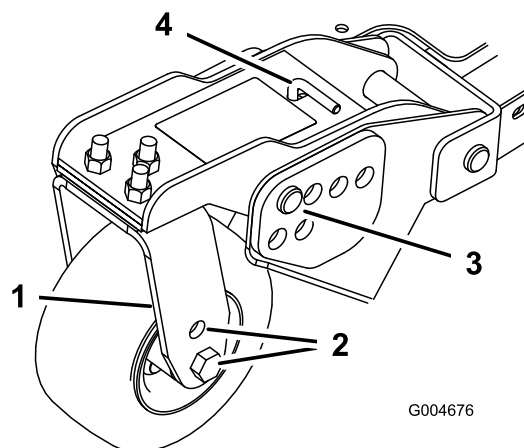
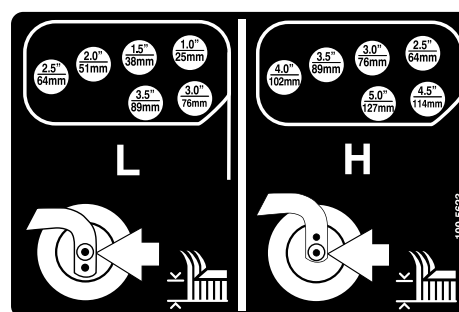

Bild 24
Bild 25
1. Stecken Sie die Laufradachsen in allen Laufradgabeln in die gleichen Löcher (Bild 22 und Bild 24).
- Entfernen Sie den Splint und die Lastösenbolzen von den Laufradgelenkarmen (Bild 24).
- Drehen Sie die Spannstange, um den Gelenkarm anzuheben oder abzusenken, bis die Löcher mit den ausgewählten Löchern in der Schnitthöhenhalterung im Mähwerkrahmen ausgerichtet sind (Bild 24 und Bild 25).